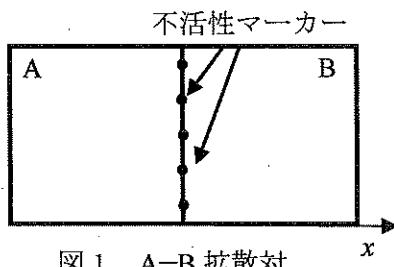

図1 A-B 拡散対
問(1) 図1に示すように、純金属AとBを接合し拡散対を作製した。拡散対の接合面にはAおよびBのどちらとも反応しない不活性マーカーを挿入した。ここで、図中の接合面と垂直な方向にx軸を取り、AからBに向かう方向を正として、x軸方向の拡散を考える。
(B) マーカーを挿入した界面をマーカ一面と呼ぶ。固溶体中のAとBの固有拡散係数 D_A と D_B が、 $D_A > D_B$ である場合、マーカ一面は図1のどちらに動くかを理由とともに答えなさい。